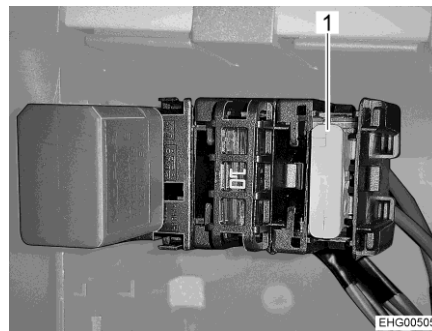

Fig. 128 Fusibile sul montante B, lato destro del veicolo (Stellantis)
- Sostituire il fusibile (Fig. 128,1).